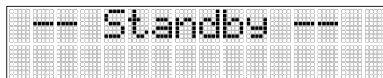

Abb. 14 Standby-Anzeige
**WAS:** Es wird empfohlen, den Laser in den Standby-Modus zu versetzen, um Batterien zu sparen. Die Selbstnivellierung wird gestoppt und der Strahl wird ausgeschaltet, während der HI-Alarm noch aktiv ist. Auf dem Display der Fernbedienung erscheint - Standby - (siehe Abb. 14) und die HI/ MAN-LED (d) blinkt alle fünf Sekunden rot. Der Standby-Modus wird